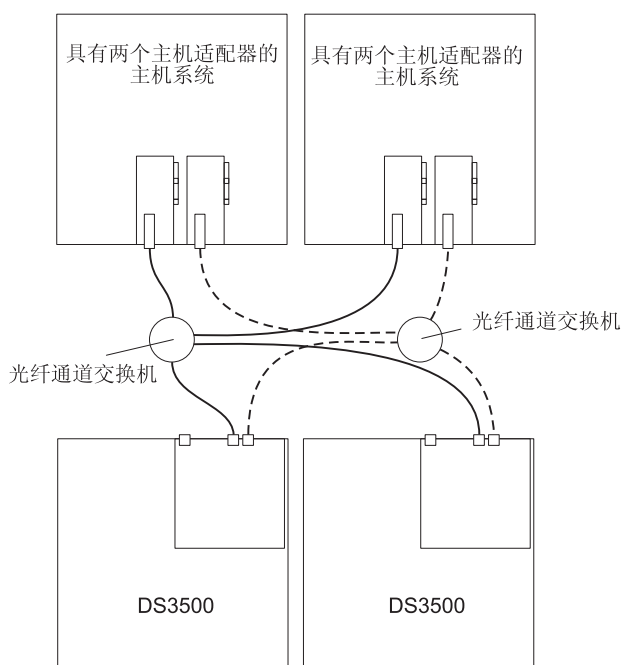

图 3-48. 双光纤通道 SAN 环境中两个存储子系统的示例
- 双 SAN 光纤网配置中的两个存储子系统，如第 3-37 页的图 3-48 中所示
在图 3-48 中，光纤通道交换机并未连接在一起。每个交换机形成自己的 SAN 光纤网。